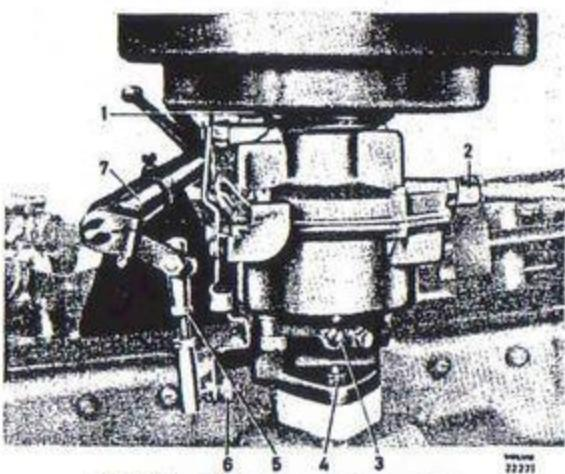

Bild 16. Förgasare med reglage.
1. Lossa klämskruven (1 bild 16) och ta bort lurnrenaren.
2. Lossa muttern (6) och bensinröret (2).
3. Lossa de båda fästmuttrarna (4) och ta bort förgasaren.